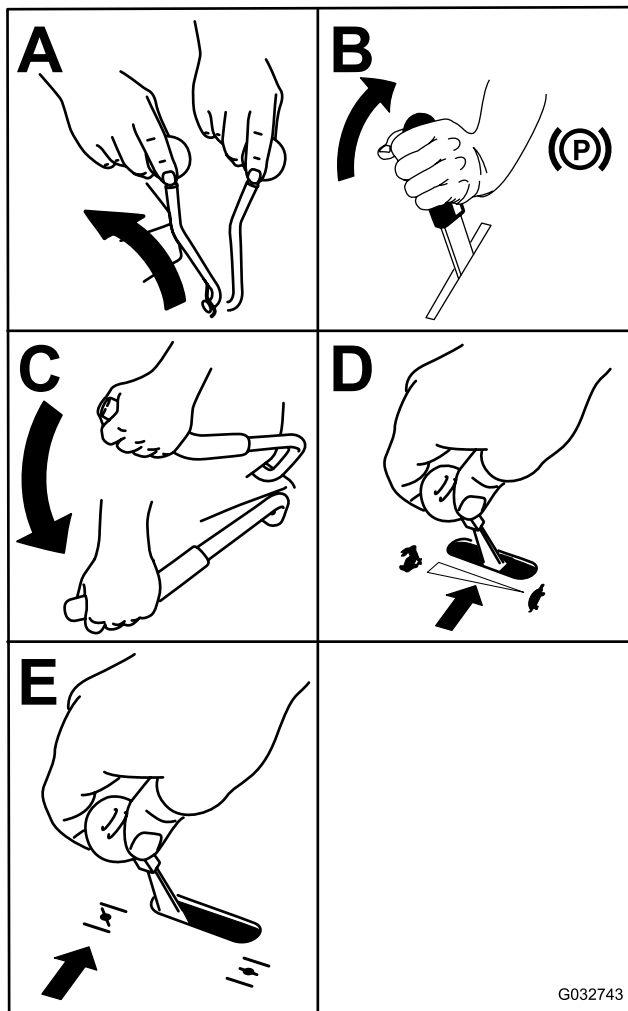

Figure 16
3. Placez le levier d'engagement de PDF en position ARRÊT (Figure 16).